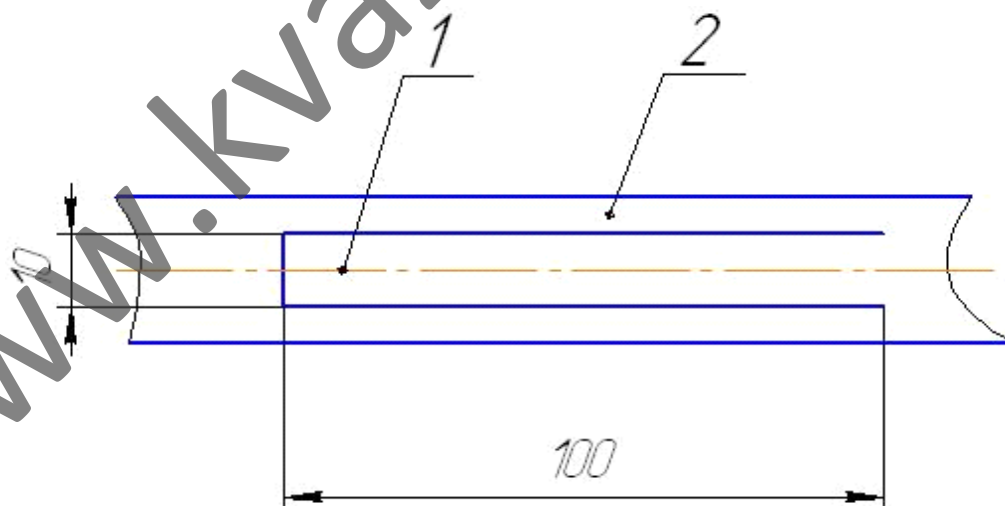

Рис. 6 Схема подготовки полимерного покрытия труб при определении адгезии
5.3. Произвести подготовительные работы в месте определения адгезии. Работа выполняется ножом или резакон, входящими в комплект поставки. Схема вырезки полимерного покрытия на рис. 6,